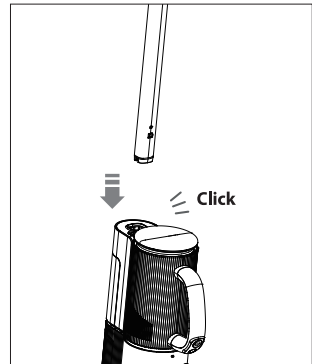

Abb. 5 – Griffmontage
- ▶ Schieben Sie den Griff bis zum Anschlag in den Gerätekörper, bis er hörbar einrastet. Der Griff muss fest im Gerät sitzen ((siehe Abb. 5)).